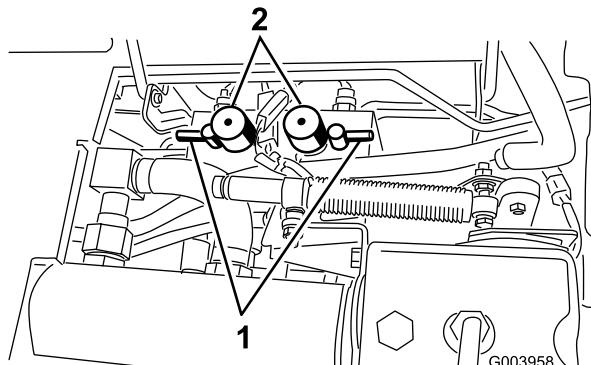

図 84
5. 両方のリール速度セレクタを 1 にセットする(図 84)。
6. バックラップ・スイッチで前のカッティングユニット又は後のカッティングユニット、あるいは両方を選択する（図 84）。